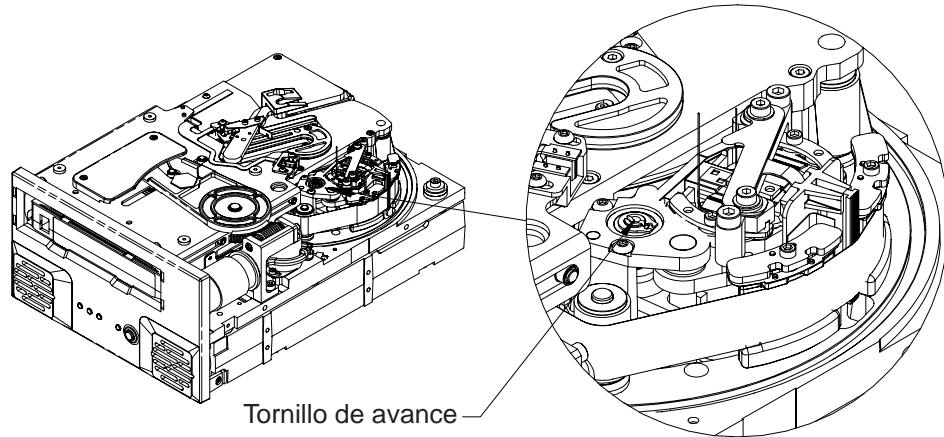

Figura 19. Diagrama de la unidad Viper 200 con el tornillo de avance (la cinta enhebrada en el carrete receptor)
1. Asegúrese de que el sistema de cabezales esté en la posición baja girando el tornillo de avance (vea Figura 19) en sentido de las agujas del reloj con el destornillador de paleta. Esto es necesario para evitar que el brazo de carga toque el sistema de cabezales cuando se desplace nuevamente hacia el cartucho.